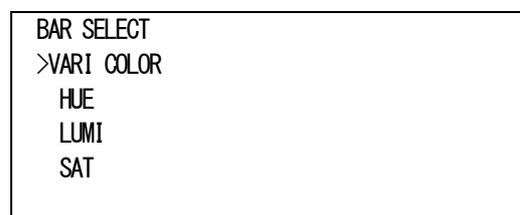

図 4-7 オンスクリーンメニュー(VARI COLOR 例)
- 5) 「VARI COLOR[VARI]」を選択すると図4-7 のような設定メニューが表示され、HUE、LUMI、SAT のそれぞれの値を設定して色を作ります。